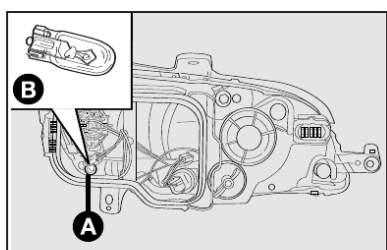

fig. 23
- 2) retirar o porta-lâmpada **A-fig. 23** girando-o no sentido anti-horário;